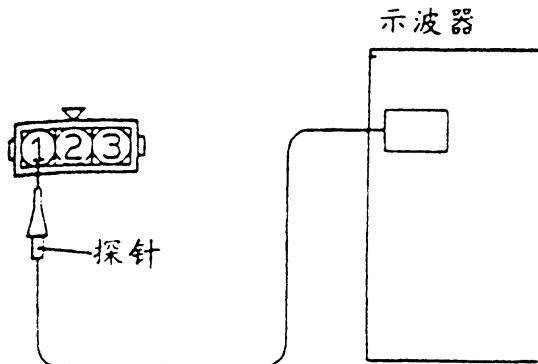

图 3-23 点火线圈与功率晶体管检测方法
(1) 拆下发火线圈的接头，并连接专用工具（测试线：MB991348），且所有端子都必须接上。
(2) 如图 3-23 所示，将示波器的探针连接到晶体单元接头的 1 号端子。